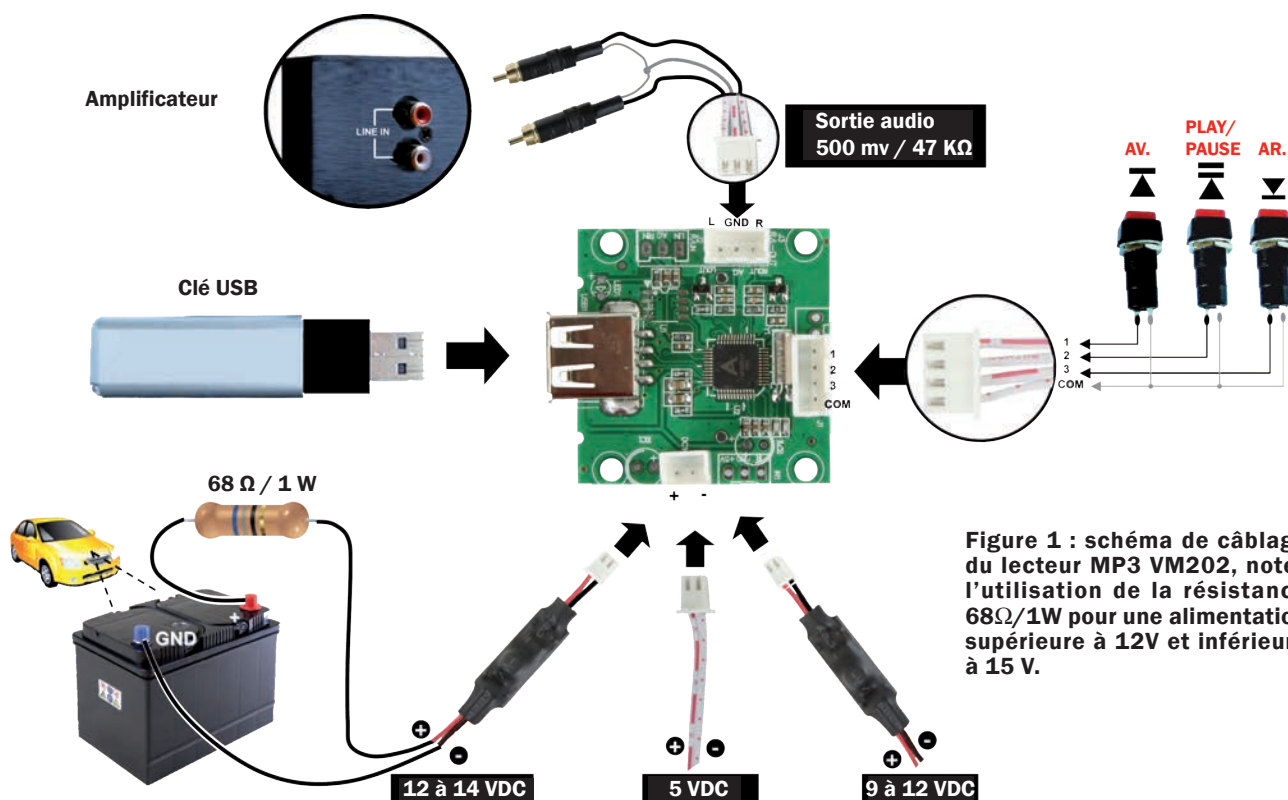

Figure 1 : schéma de câblage du lecteur MP3 VM202, notez l'utilisation de la résistance 68Ω/1W pour une alimentation supérieure à 12V et inférieure à 15 V.
Reliez les sorties audio à l'entrée **AUX** de l'autoradio (prises **RCA**), pour l'alimentation prévoir une résistance en série avec le plus (+) **12 V** de la batterie pour arriver environ aux **5 V** nécessaires pour le fonctionnement du circuit (voir la **figure 1**). C'est ainsi que nous avons équipé notre autoradio dépourvu de **lecteur MP3**, de ce précieux reproducteur. Il nous tiendra compagnie lors de nos longs voyages avec nos musiques préférées, sans jamais avoir à se soucier de changer de CD, ou de station FM ou autre chose.
**MP3**, deux câbles avec des connecteurs **cinch** qui permettent de brancher la sortie audio stéréo, et des boutons de commande (poussoirs normalement ouverts), un circuit régulateur intégré au câble et muni d'une gaine thermo-rétractable se terminant par une tresse **rouge et noire** et de l'autre côté par un câble muni d'un connecteur adapté à l'alimentation du circuit. Une **résistance de limitation** ( $68 \Omega$ , **1 W**) doit être branchée en série d'un côté à l'entrée du régulateur, et de l'autre côté de la résistance au **12 VDC** par exemple de la batterie d'une voiture ou autre (voir la figure 1).